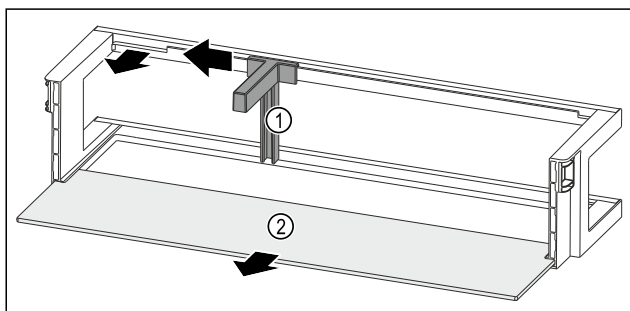

Fig. 237 Лотки на дверцятах із тримачем пляшок і полицею
- Пересуньте тримач пляшок Fig. 237 (1) убік до пазу.
- Вийміть тримач пляшок Fig. 237 (1).
- Дістаньте полицю Fig. 237 (2).